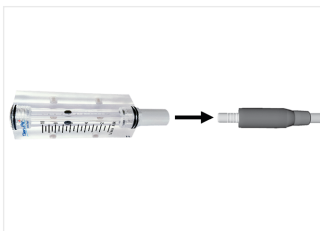

FIG. 5
5. Coloque el caudalímetro en el accesorio de enganche y después active el aire de refrigeración y mida el flujo de aire. El valor se mide en el centro de la bola del caudalímetro según la norma JIS B7551. FIG. 5.